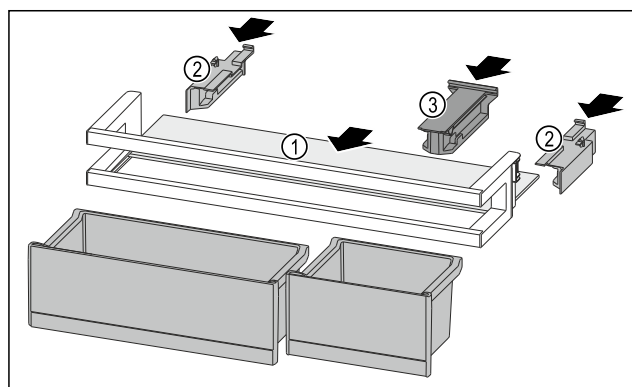

Fig. 239
- Всуňte полицю Fig. 239 (1) в бокові пази.
- Вставте бічні елементи Fig. 239 (2).
- Вставте кріпильний елемент Fig. 239 (3).